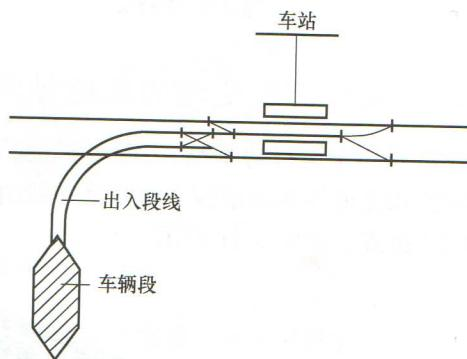

图 3-6 出入段线
(5) 出入段线 出入段线是车辆段与正线联系的线路，专供列车进出车辆段。一般分入段线和出段线，如图 3-6 所示。